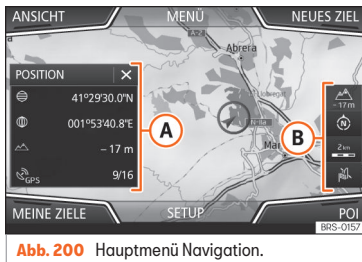

Abb. 200 Hauptmenü Navigation.
- ANSICHT**: Kartendarstellung ändern oder das Zusatzfenster aktivieren bzw. deaktivieren und POI »» Abb. 200 **A** anzuzeigen »» Seite 219.
- SETUP**: Öffnet das Menü **Einstellungen Navigation** »» Abb. 200.